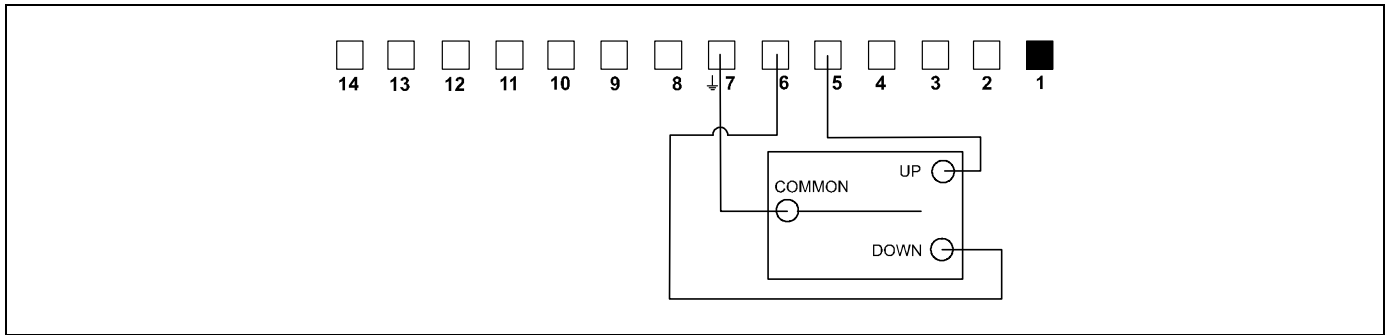

рис. 32
7. Подключите общий провод от переключателя к клемме 7. (см. рис. 32)